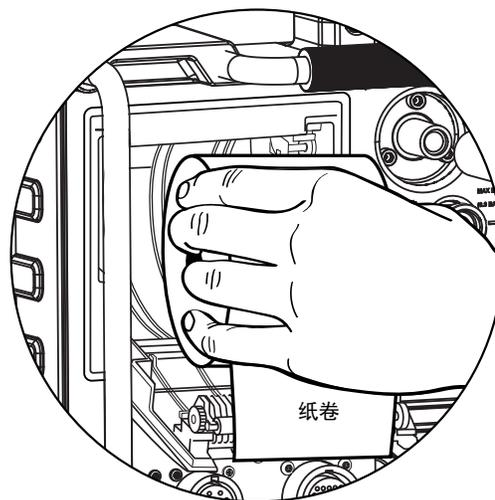

图 52—装载纸卷
3. 如图所示，将新的纸卷装入打印机(图 52)。确保插入纸卷时，能够让纸从纸卷的顶部拉出